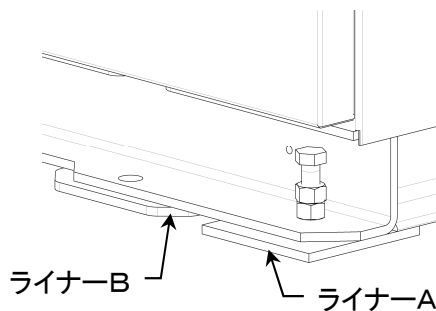

図4-3
- 1) 機械据付ベッドチャンネルに溶接された前後4箇所のボルト(M12)の下、及びアンカー固定板4箇所の下に附属の鉄板製ライナーを敷き機械をその上に据付けます。(図4-3)